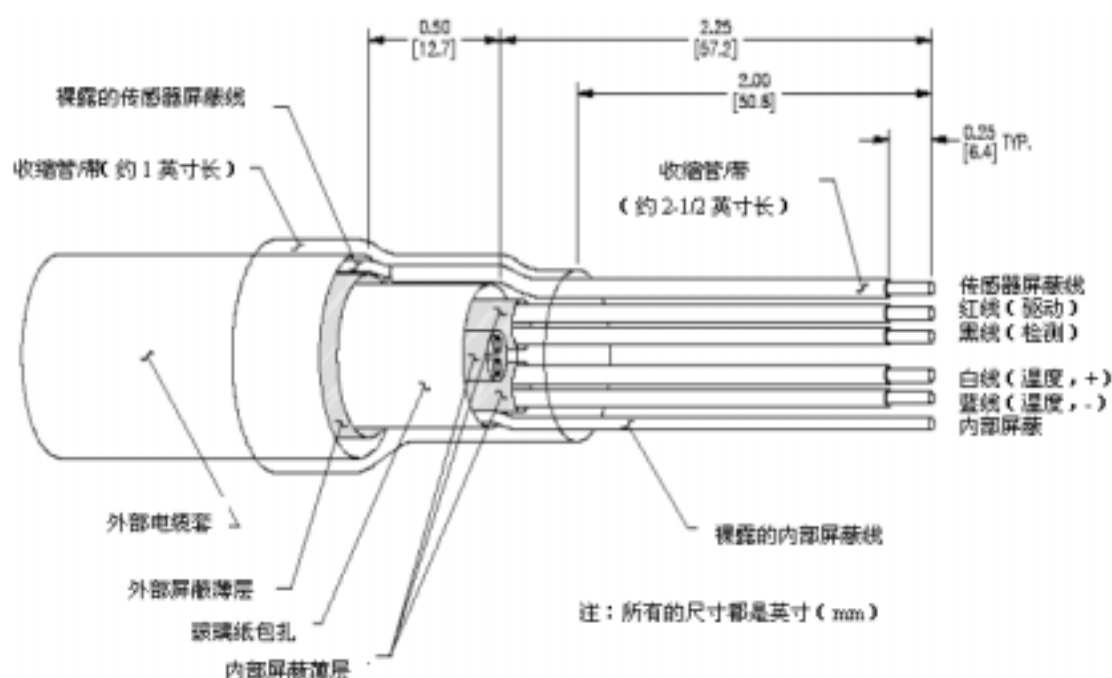

图 2-6 连接电缆接线端详图
要正确地进行连接电缆各线端的接线, 参考图 2-6, 按照下面这个流程进行:
5. 小心地定位 2-1/2 英寸长的收缩管或者胶带于裸露的传感器屏蔽线距离线端 1/4 英寸，如图 2-6 所示，将其与内部屏蔽线绝缘并区分开。这样做将使 1/4 英寸裸露的屏蔽线露出收缩管或者胶带，从而方便连接。
6. 小心地定位 1 英寸长的收缩管或者胶带于电缆上，如图 2-6 所示以保护全部的线。